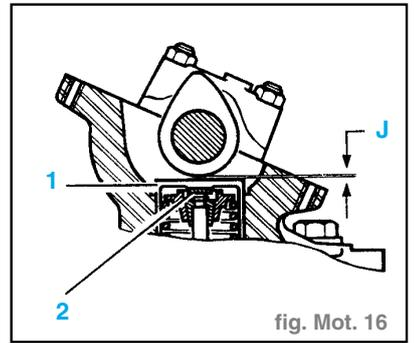
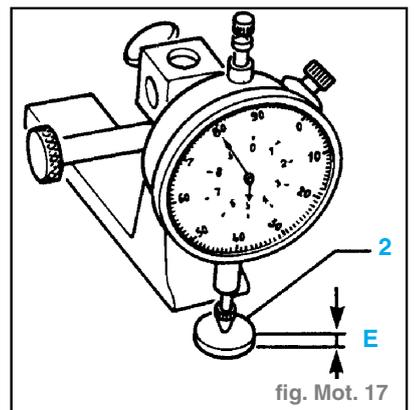

fig. Mot. 16
fig. Mot. 17
- Mettre la soupape d'échappement du cylindre n°1 en pleine ouverture et contrôler le jeu à la soupape d'échappement (4) et à la soupape d'admission (3).
- Contrôler avec une jauge d'épaisseur le jeu entre came et poussoir. (fig. Mot. 16)
- Si les valeurs de jeux (J) relevées sont incorrectes, déposer : (fig. Mot. 16)
• les poussoirs (1),
• les grains de réglage (2).
- Mesurer l'épaisseur (E) des grains de réglage (2). (fig. Mot. 17)
- Pour déterminer l'épaisseur des grains de réglage (2) à monter définitivement, se reporter à l'exemple :
- E (fig. Mot. 17) (mm) :
- Monter les grains de réglage (2) ainsi déterminés puis les poussoirs (1).